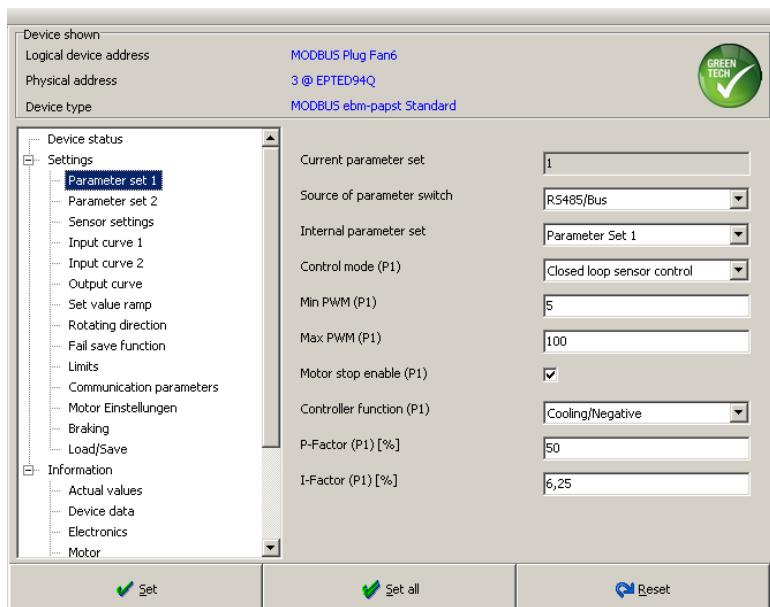

Fig. 54: Parameter set 1
- Under parameter set 1, activate parameter set 1 and make settings (see Fig. 54)